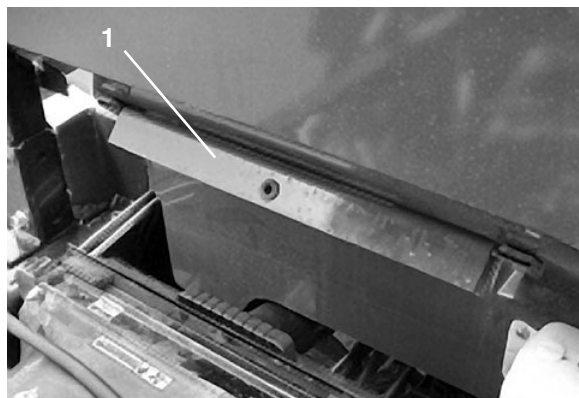

Bild 35
Verwenden der Ladepritschen- sicherheitsstütze (Bild 35 & 36)
2. Entfernen Sie die Ladepritschenstütze von den Aufbewahrungshalterungen hinten an der Überrollbügelplatte (Bild 35).